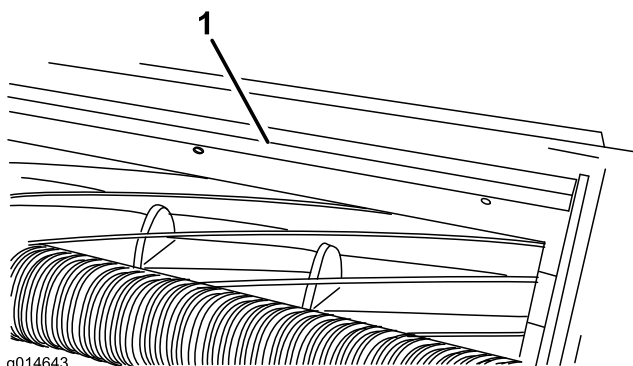

Figura 4
1. Desaperte os parafusos que fixam a barra superior (Figura 4) à unidade de corte.